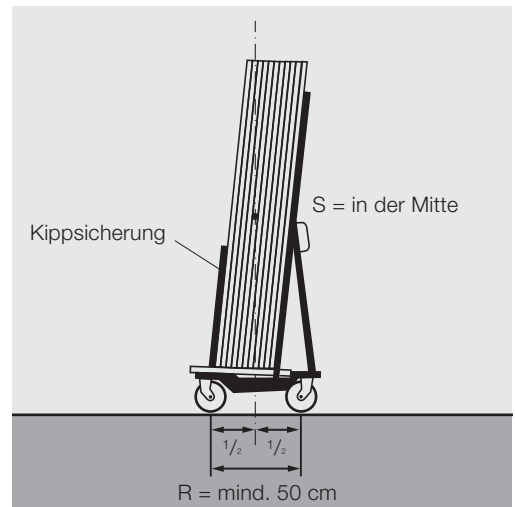

Bild 2: Sicherheitskonformer Transportwagen mit vier Rädern:
5 Ist die **Stütze zum Anlegen der Platten** so angebracht, dass der Schwerpunkt (S) der Platten immer zwischen den Rädern liegt, auch bei eingeschwenkten Lenkrollen? (Bild 2)